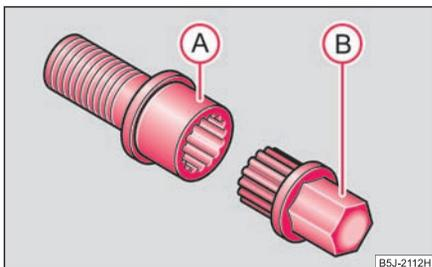

Abb. 194 Sicherheitsradschraube mit Adapter
- Stecken Sie den Adapter (B) mit seiner verzahnten Seite bis zum Anschlag so in die innere Verzahnung der Sicherheitsradschraube (A), dass nur noch der äußere Sechskant herausragt ⇒ Abb. 194.
- Stecken Sie den Radschlüssel bis zum Anschlag auf den Adapter (B).